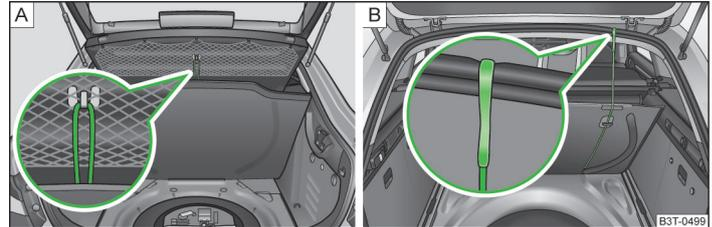

Abb. 84 Bodenbelag befestigen: Superb / Superb Combi
- Superb: mit der Schlaufe an einem Haken an der Gepäckraumabdeckung » Abb. 84 - **A**;
- Superb Combi: mit dem Haken am Rahmen der Gepäckraumklappe » Abb. 84 - **B**.